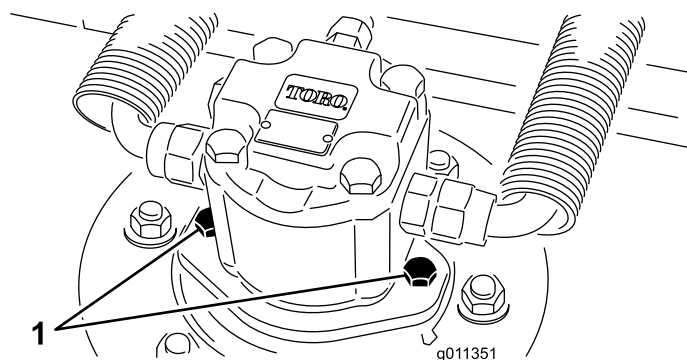

Рисунок 69
1. Отсоедините и снимите гидромотор с деки (Рисунок 69). Накройте шпindel в избежание его загрязнения.
3. Установите гидромотор на деку (Рисунок 69). Убедитесь, что уплотнительное кольцо на месте и не повреждено.